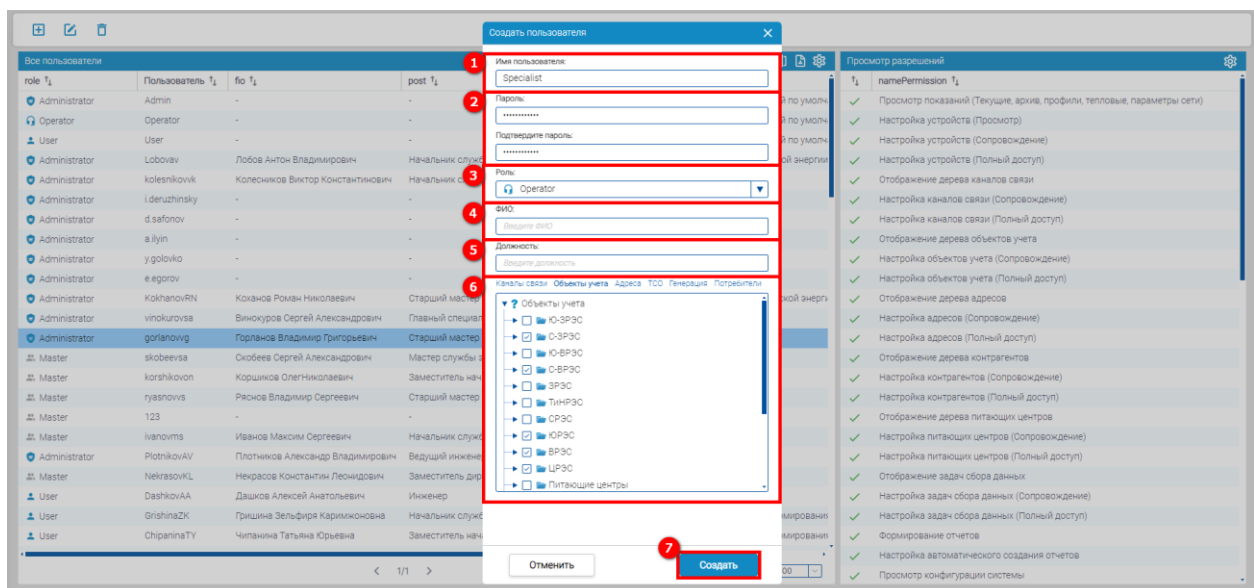

Рисунок 78 – Создание «нового» пользователя
Для создания «нового» пользователя необходимо нажать кнопку  и в открывшемся окне необходимо заполнить **Имя пользователя** (1) (см. рисунок 78) – указать наименование создаваемого пользователя, **Пароль** (2), **Роль** (3) – необходимо выбрать роль для создаваемого пользователя из раскрывающего списка. При необходимости заполнить поля **ФИО** (4), **Должность** (5). При необходимости можно ограничить доступ для создаваемого пользователя к определенным каналам связи, объектам учета и/или абонентам. Для этого необходимо поставить соответствующую отметку и выбрать каналы связи или объекты учета, доступные для пользователя (6).